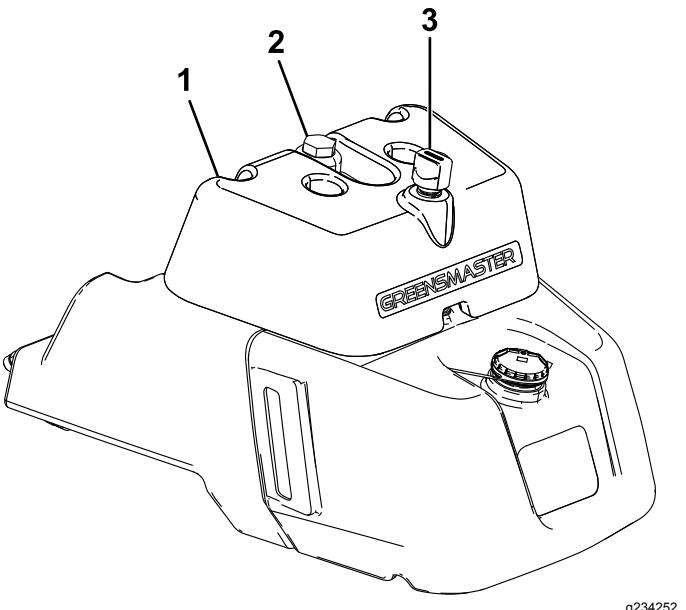

Bild 41
- Wenn Ihr Behälter ein Schauglas hat, prüfen Sie den Stand dort (Bild 41) und gehen Sie auf Schritt 5.